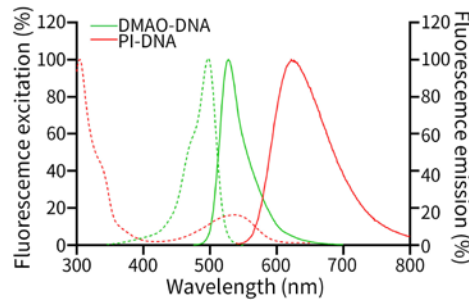

图1. DMAO-DNA和PI-DNA的激发光谱和发射光谱。
- DMAO-DNA复合物的最大激发光波长为503nm, 最大发射光波长为530nm; PI-DNA复合物的最大激发光波长为535nm, 最大发射光波长为617nm。DMAO-DNA和PI-DNA的激发光谱和发射光谱参考图1, 可分别使用FITC和Cy3通道观察。